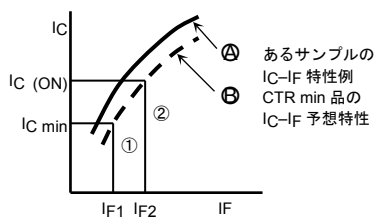
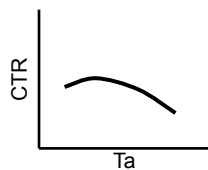
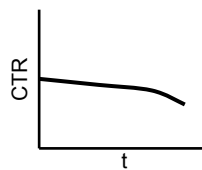

図 2.9 I_C-I_F 特性例
図 2.10 CTR- T_a 特性例
図 2.11 CTR-t 特性例
一般に技術資料には図 2.9、図 2.10 などの各種の特性グラフが記されています。 I_C-I_F の関係は図 2.9 に示され、ある基準点 (図 2.9 の①) で CTR 測定管理されています。この基準点①と実際の動作点とはズレがあるため、次の手順で設計が必要となります。
この I_{F2} が、 $T_a = 25^\circ C$ 、動作時間 $t = 0$ での必要な入力電流ですが、CTR の経時変化 (図 2.11)、CTR の温度特性 (図 2.10) を考慮すると、最低入力電流 I_{IN} は、